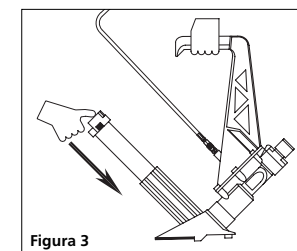

Figura 3
3. Cierre y trabe la puerta del cargador en su lugar (ver figura 3).